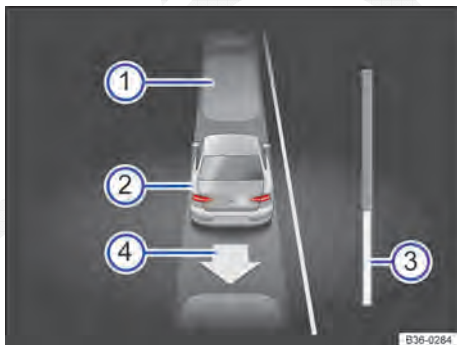

Fig. 213 No display do instrumento combinado: sair da vaga de estacionamento paralela à pista.
Legenda para Fig. 213:
7.	OU: conduzir com marcha a ré até que apareça a solicitação para conduzir para frente no display do instrumento combinado, As barras de etapas → Fig. 213  mostram a distância a ser conduzida → Página 267.